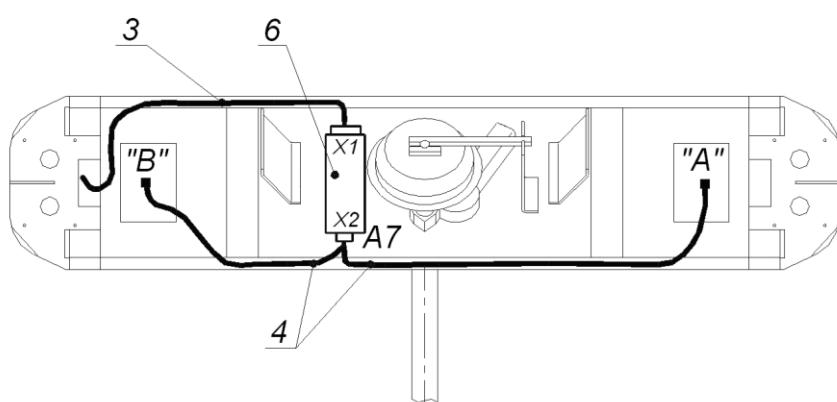
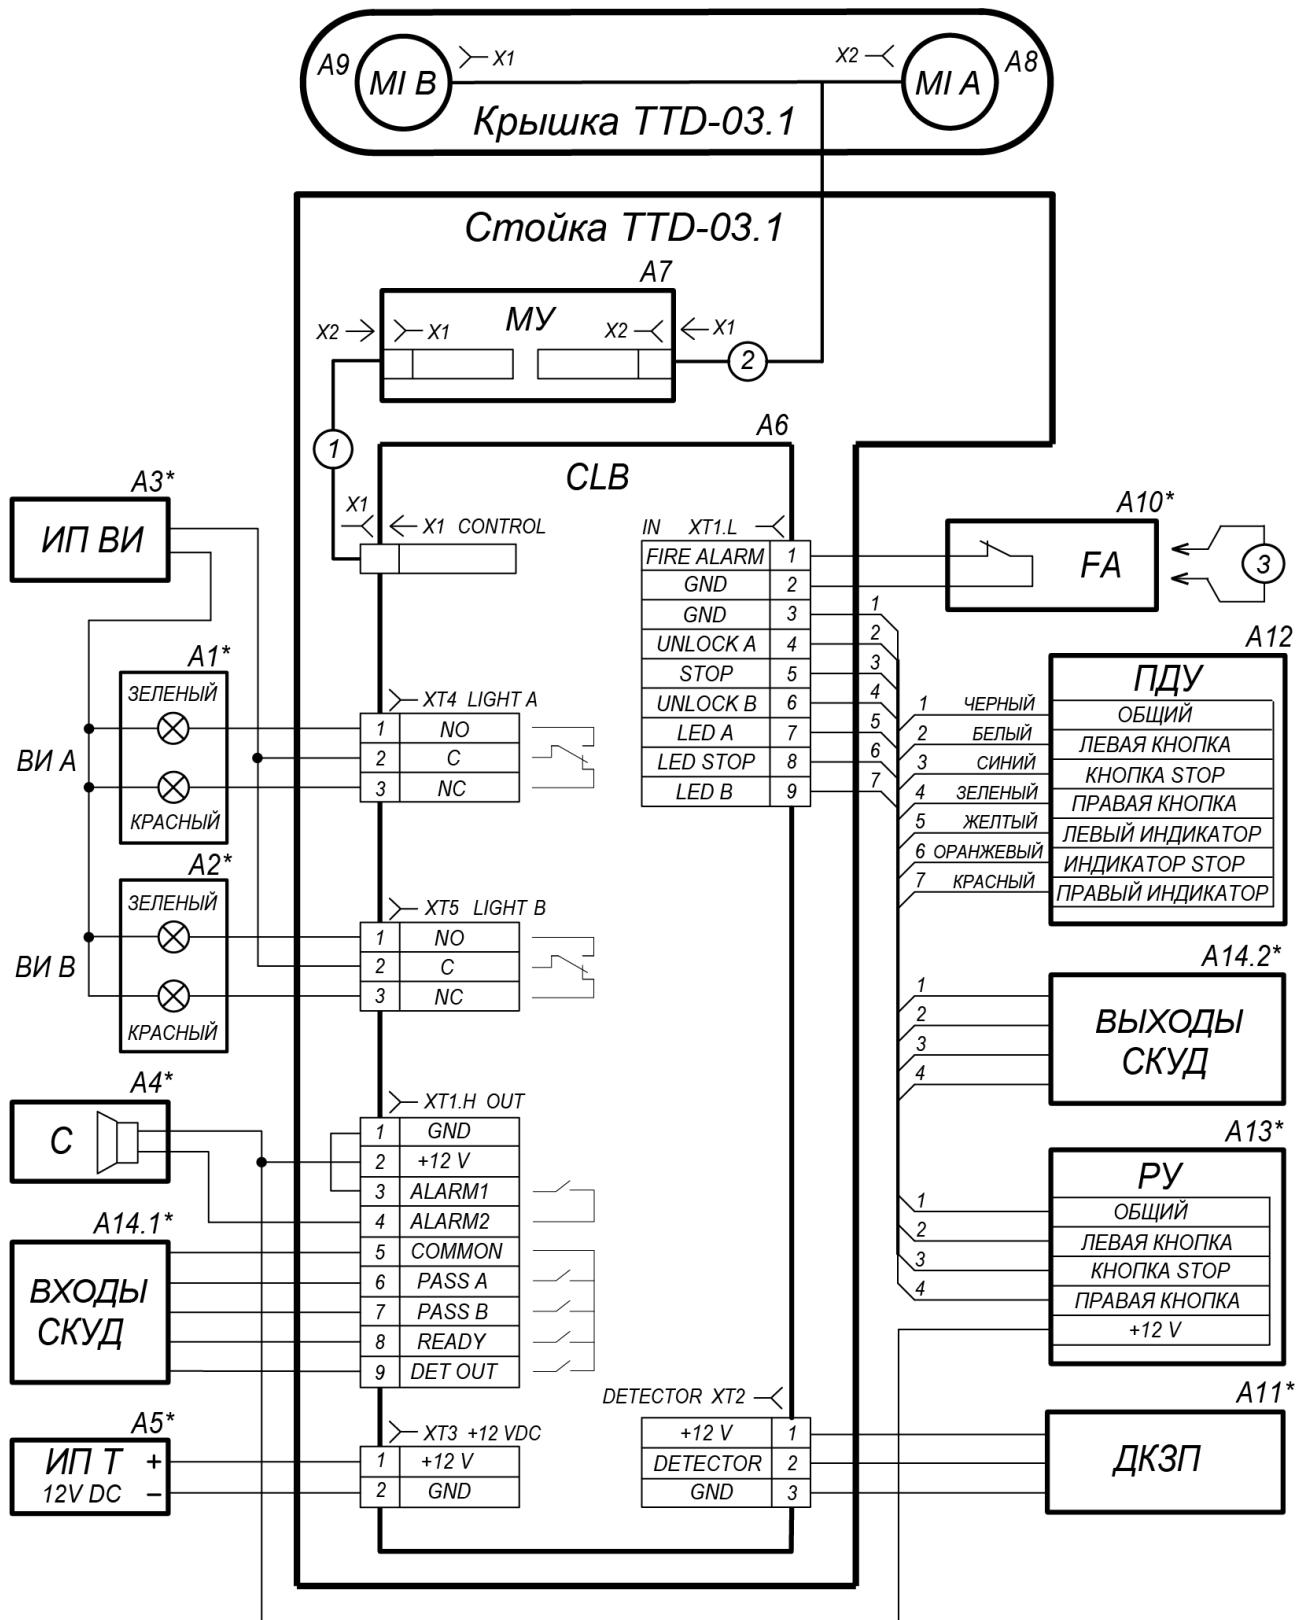

Рисунок 12. Схема прокладки кабелей в стойке турникета:
Рисунок 14. Схема электрическая соединений
Схема подключения турникета приведена на рис. 14. Расположение клеммных колодок на плате управления указано на рис. 4. Используемые при монтаже кабели указаны и их максимальная длина указаны в разд. 8.3. Рекомендации по подготовке установочной поверхности и организации зоны прохода приведены в разд. 8.1. При монтаже турникета придерживайтесь следующей последовательности действий:
5. Все подключения к плате CLB выполняйте в соответствии со схемой электрических соединений (см. рис. 14). Прокладка кабелей внутри стойки турникета показана на рис. 12.
позиции A4, A6 – A9, A11 – см. рис. 14
- возможность его установки под одной из внешних стенок (2) турникета (например, под платой управления турникетом Аб, см. рис. 12).